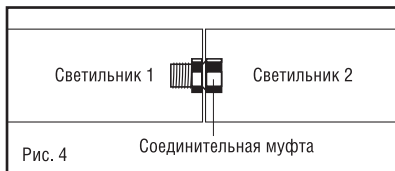

Рис. 4
- В светильнике возможно реализовать сквозную проводку, что позволяет подключать светильники в линию. Для этого используйте штатную клеммную колодку и муфту для жесткого соединения светильников в линию (Рис. 4).